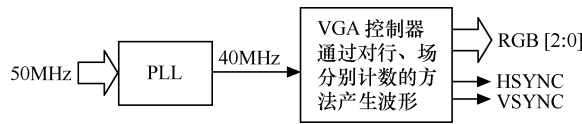

图 2.18 VGA 接口结构示意图
包括的信号有 Red (R)、Green (G)、Blue (B)、Horizontal Sync (水平扫描 HS) 以及 Vertical Sync (垂直扫描 VS)。系统结构示意图如图 2.18 所示。